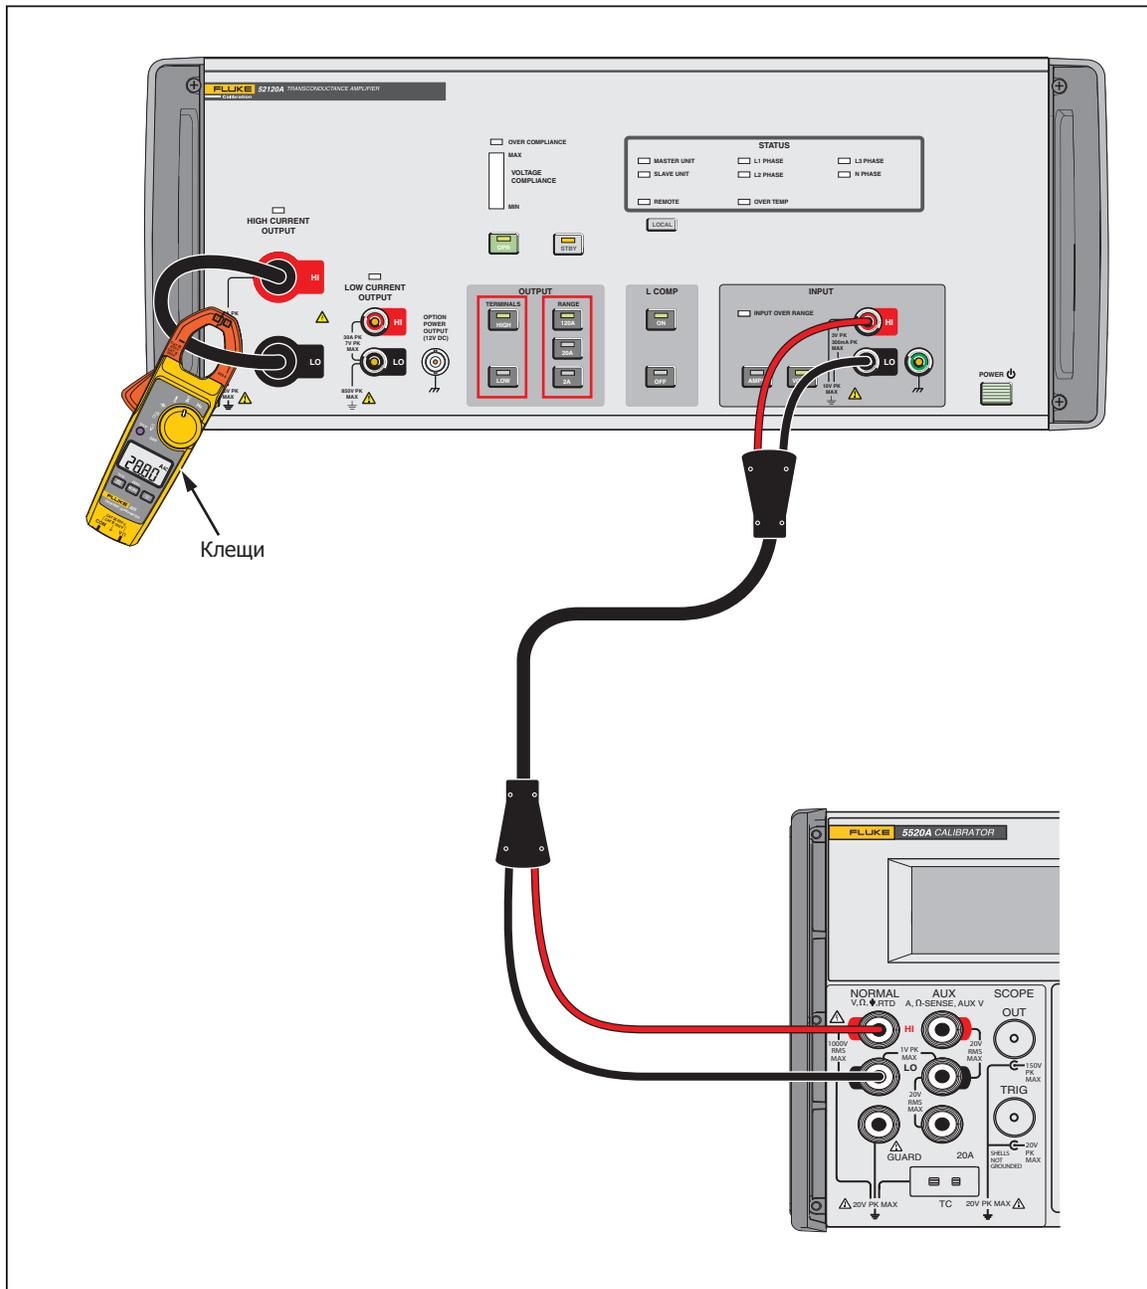

Рисунок 2-4. Подключение к 5520А и 52120А
1. Подключите выход источника напряжения, в данном примере Fluke 5520A, ко входу устройства. См. рис. 2-4.